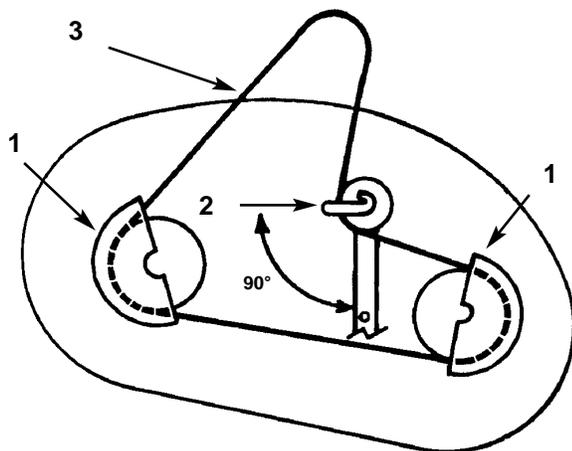

Bild 48
4. Das/die Messerbalken vorsichtig von Seite zu Seite drehen (Bild 48). Den Abstand zwischen den äußeren Schnittkanten und der flachen Standfläche messen (Bild 48). Wenn beide Meßwerte nicht innerhalb von 4,762mm voneinander liegen, muß der Abgleich eingestellt werden; siehe Schritte 5 und 6.